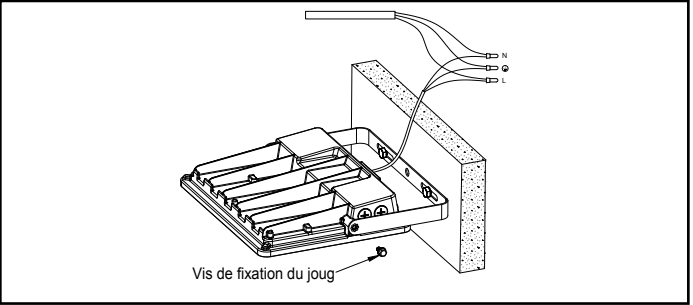

Figure 2
- 4. Installez le support d'étrier à l'aide des deux vis fournies dans le sac de visserie inclus dans l'emballage du luminaire. Ajustez le support d'étrier à l'angle désiré, puis serrez les deux vis d'étrier à 12,9 N·m (9,5 pi·lb). (Figure 2)